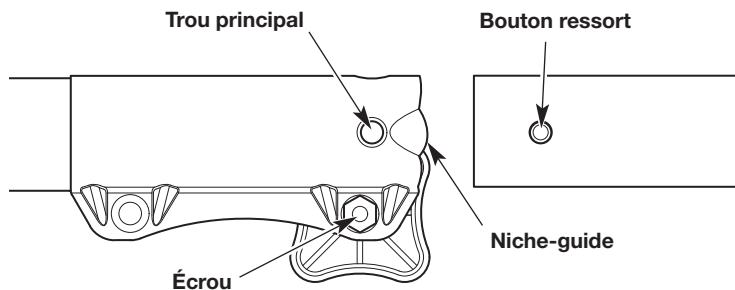

Fig. 5
4. Alignez le bouton de déclenchement avec la rainure de guidage (Fig. 5).
5. Poussez l'accessoire directement dans le coupleur jusqu'à ce que le bouton de déverrouillage s'enclenche fermement dans l'orifice principal (Fig. 5).
**REMARQUE :** Ne pas serrer l'écrou (Fig. 5).
3. Appuyez et maintenez enfoncé le bouton de déclenchement (Fig. 5).